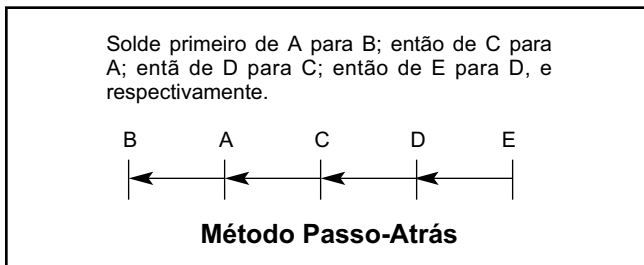

FIGURE B.21
3. Quando estiver soldando chapas de metal de no máximo 16 gauge (1.5 mm), o calor emanado pode causar deformação e perfuração. Uma forma de eliminar esse problema é usando o método "passo-atrás" ilustrado na Figura B.21.
3. Quando estiver soldando chapas de metal de no máximo 16 gauge (1.5 mm), o calor emanado pode causar deformação e perfuração. Uma forma de eliminar esse problema é usando o método passo-atrás ilustrado na Figura B.21.